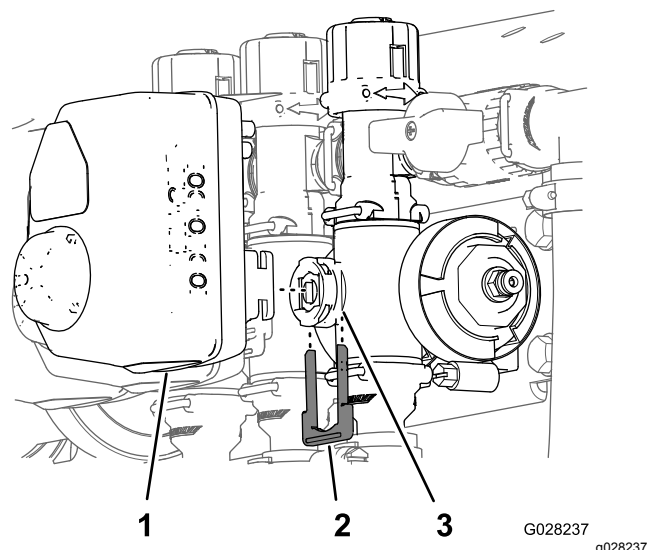

Рисунок 109
3. Снимите держатель, который крепит привод к коллекторному клапану управления нормой внесения, клапану перемешивания, главному клапану стрелы или клапану секции стрелы (Рисунок 109).